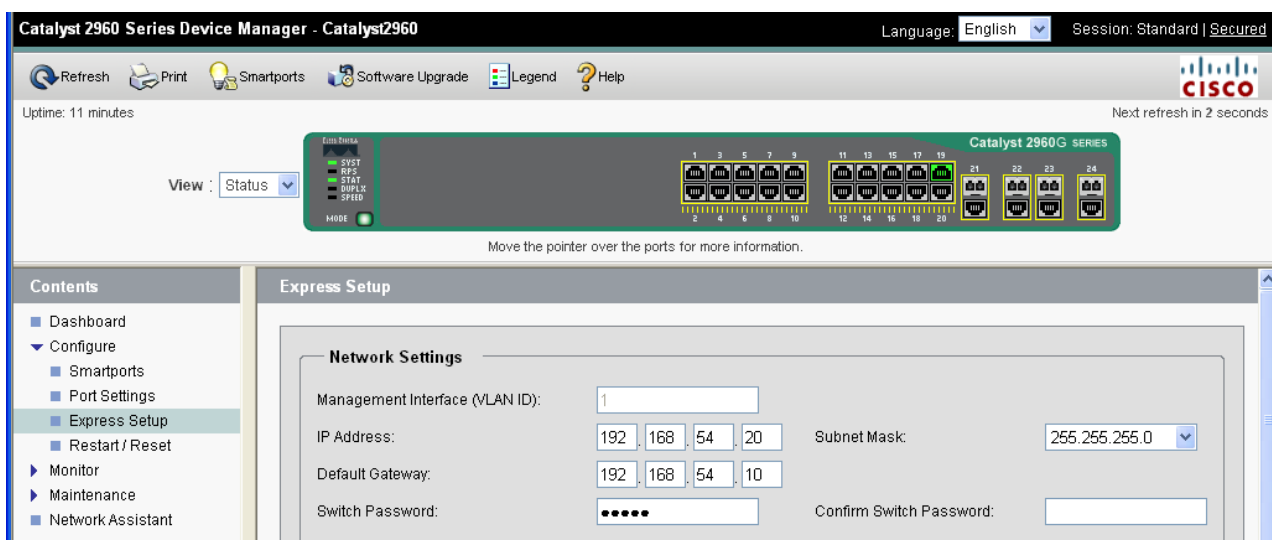

Рисунок 1.10 – Окно настройки сетевых параметров в «Device Manager»
- для настройки сетевых параметров коммутатора в окне «Contents» следует выбрать пункт «Configure/Express Setup» и произвести необходимые настройки в правом окне с названием «Express Setup» (рисунок 1.10);